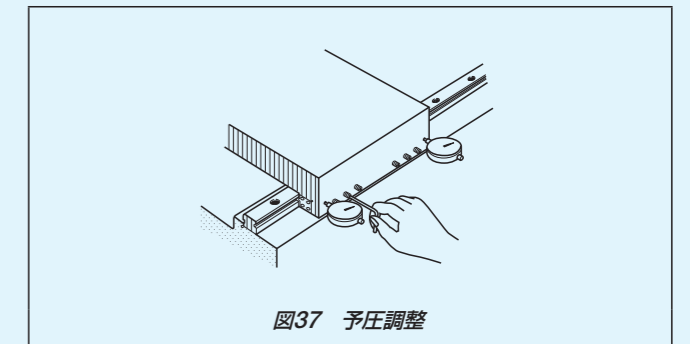

図37 予圧調整
- ・図37のようにダイヤルゲージですきまを測定しながら中央の予圧調整ねじから始め、すべての予圧調整ねじを締めつけていきます。